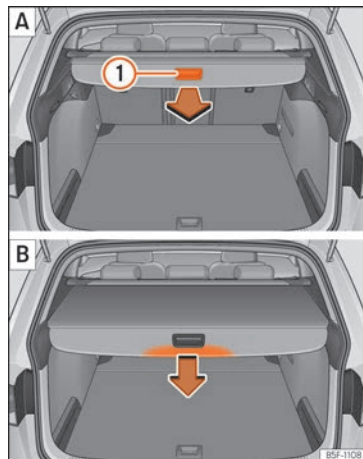

Fig. 173 En el maletero: desenrollar y enrollar la bandeja.
• Tire uniformemente de la bandeja por el asidero »» fig. 173 ① [A] hacia atrás y extráigala hasta el tope hasta que encastre de forma audible.
• Presione sobre el asidero de la bandeja en el sentido de la flecha hasta desbloquearla »» fig. 173 [B].